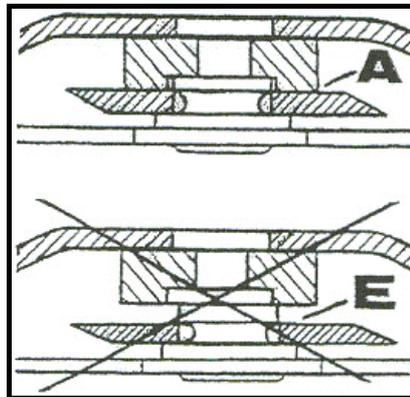

Abbildung 36: Position Messerhalterzapfen
Siehe Abbildung 36: (A) - richtig, (E) - falsch
Siehe Abbildung 36: (A) - richtig, (B) - falsch